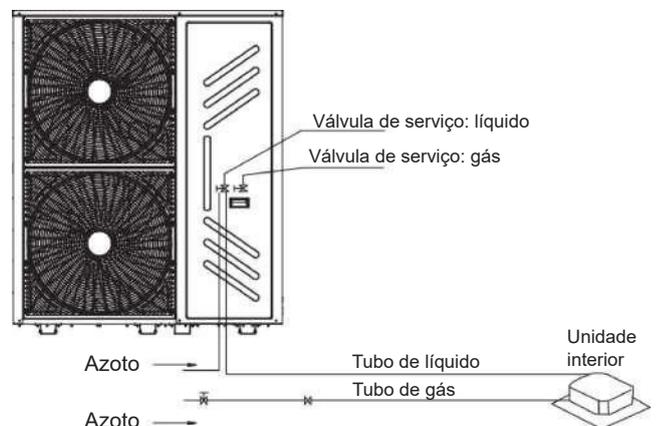

Fig. 5-8
- NÃO aplique pressão diretamente na válvula de corte. (Ver Fig. 5-8) Oxigénio, gases inflamáveis e tóxicos não devem ser utilizados no teste de estanqueidade.